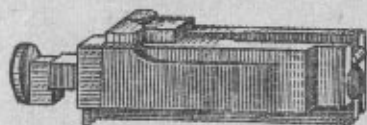

Рис. 12. Затвор
Затвор (рис. 12) служит для подачи патрона в патронник, запирания канала ствола при выстреле, производства выстрела и извлечения гильз (патронов). Он состоит из остова, ударника с бойком, двух боевых упоров и выбрасывателя с его пружиной.
12. Затвор (рис. 12)